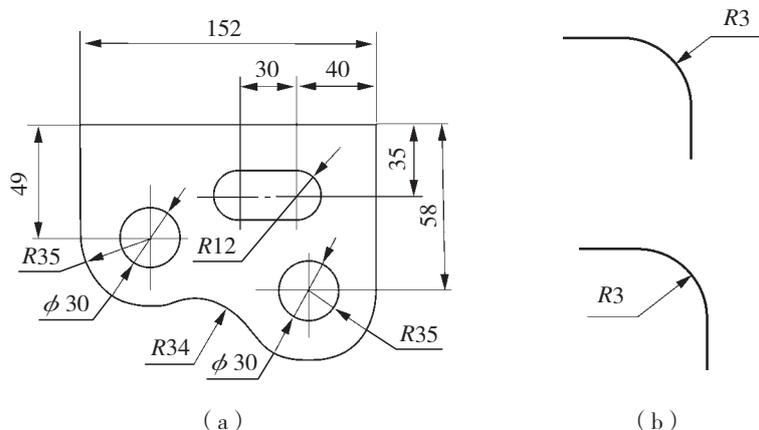
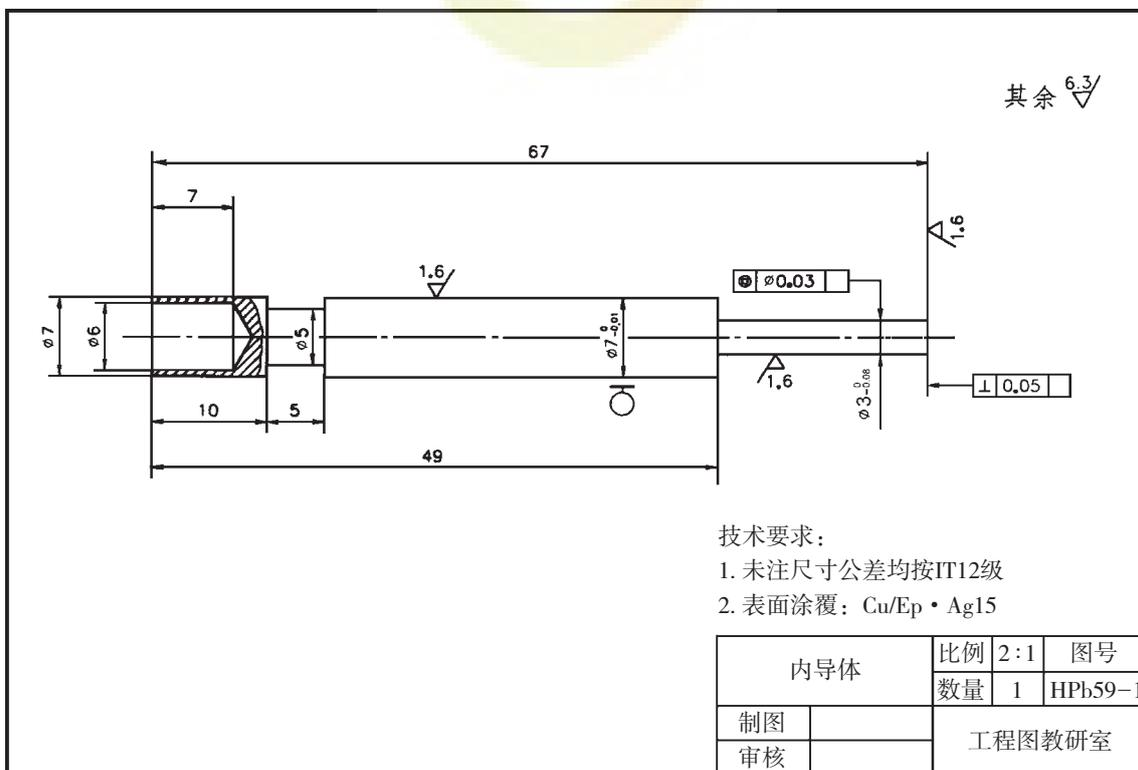

图2-34 制图规范
图2-35 加工零件图
(二) 图线画法 (见图2-34)
(三) 尺寸标注 (见图2-34)
见图2-34 (a) :
- (1) 图形的尺寸数据以真实大小为依据。
- (2) 图形中的尺寸单位一般为毫米, 不需在图形中标明。
- (3) 标注圆的直径、半径的尺寸线须通过圆心。
- (4) 尺寸数字一般标注在尺寸线上方, 且不可被任何图线穿过。
- (5) 标注尺寸时尽量使用符号和缩写词。如: 直径 ϕ , 半径 R , 球直径 $S\phi$, 球半径 SR 。
- (6) 尺寸标注不应闭合。如图中尺寸: 标明30、40两个尺寸。因 $30+40=70$, 只能标注30、40和70的3个尺寸中的任意两个数字。
- (7) 标注角度的尺寸数字一律写成水平方向, 并注写在尺寸线的中断处。尺寸线应画成圆弧。
- (8) 尺寸应标注在图形最明显的位置, 同一位置的尺寸在视图中只能标明一次而不能重复。
(9) 半圆或不足半圆的圆弧要标注半径, 如图2-34 (b) 所示。
轴套类零件。如图2-35所示，为内导体零件图。
因为像内导体一样的轴套类零件主要是在车床和磨床上加工的，所以选择轴线水平放置的非圆视图画主视图。由于内导体各组成部分都是回转体，所以只用一个基本视图（主视图）就够了，如图2-35所示。一般对于实心轴的主视图通常不作剖切，但对有孔、槽等内部结构的地方，常采用局部剖视。图2-35中用局部剖视表达内导体中心孔的形状及深度。
轴套类零件大多数是由长短不等、直径大小不同的回转体组成。因此主体尺寸实际上就是将它的径向尺寸（直径）和轴向尺寸（长度）标注出来，如图2-35所示。径向尺寸以中心轴线为基准注出，如 $\phi 3 -_{0.08}^0$ 、 $\phi 7 -_{0.01}^0$ 、 $\phi 5$ 、 $\phi 6$ 、 $\phi 7$ 。轴向尺寸以端面为基准注出，根据加工顺序可注出10、5、49。这里要注意不能注成封闭尺寸。对于轴套类零件局部结构的尺寸标注是注出定型尺寸和定位尺寸，如图2-34所示。封闭尺寸又叫封闭尺寸链，就是标注尺寸时头尾相接，绕成一整圈的一组尺寸。见图2-35，加工零件的总长度为67，左边一段为49，右边一段未加标尺寸，如果右边一段加注18，就构成了封闭尺寸链标注。从数字上讲， $18+49=67$ ，好像没有什么错误，但是这样标注尺寸，每个加工环节的尺寸的精度，都将受到其他环节的影响，因而精度难以得到保证。为了避免封闭尺寸链，可以选择一个不重要的尺寸不予标注，使尺寸链留有开口，如图2-35所示。开口环的尺寸在加工中自然形成，使该尺寸链中的其他尺寸的制造误差都集中到未标注尺寸这一段不重要的零件上去，从而保证主要尺寸的精度。这叫非封闭尺寸标注。
有配合要求及电气要求的表面应根据装配的关系注出偏差值，如图2-35所示。
形状公差和位置公差简称为形位公差，是指零件的实际形状和实际位置对理想位置的允许变动量。对精度要求较高的某些零件，在零件图中不仅要保证尺寸公差，而且还要求保证形位公差。在图2-35中，由于内导体在外导体内上下移动，所以对 $\phi 3$ 及 $\phi 7$ 的同轴度有一定要求，如 $\text{◎} \phi 0.03 \text{ C}$ （ $\phi 3$ 圆柱轴线相对于 $\phi 7$ 圆柱轴线的同轴度公差为0.03mm）。另外端面必须与轴线垂直，故注出了垂直度要求 $\text{⊥} 0.05 \text{ C}$ ，其他部位表面形状要求不甚高，只要达到一般要求即可，故不注出。